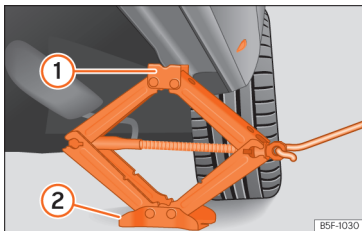

Abb. 243 Längsholm: Wagenheber ansetzen.
- Drehen Sie die Kurbel des unter dem Aufnahmepunkt des Längsträgers befindlichen Wagenhebers, bis sich die Nase ① >>> [Abb. 243] unter der vorgesehenen Einführung befindet.
- Richten Sie den Wagenheber so aus, dass sein Aufnahmehorn ① in die dafür vorgesehene Aufnahme am Längsträger „greift“ und die bewegliche Grundplatte ② plan auf dem Boden aufliegt. Die Bodenplatte ② muss sich dabei senkrecht unter dem Aufnahmepunkt ① befinden.